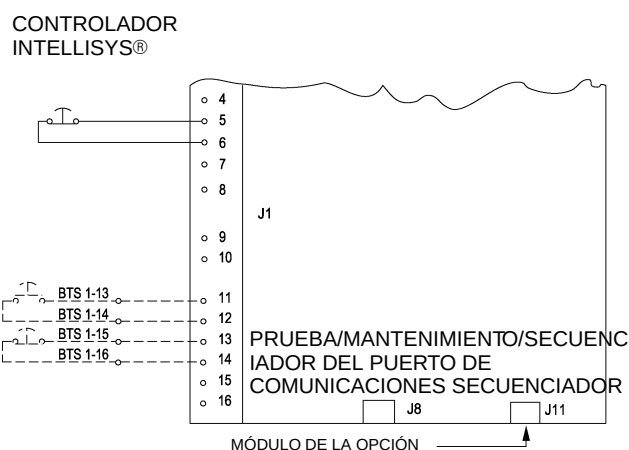

FIGURA 2.0-4 MÓDULO DE LA OPCIÓN
2. Insertar el módulo en el enchufe del modulo de la opción identificable como J11 al lado derecho de la envoltura del controlador Intellisys® según la figura 2.0-4.
13. Colocar la calcomanía correspondiente al módulo de la opción de re arranque en la parte delantera de la puerta del alojamiento del dispositivo de arranque, tal como se muestra en la figura 2.0-4.